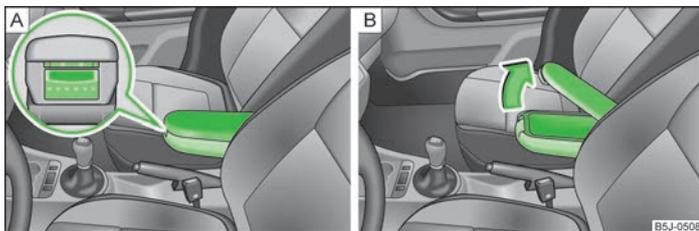

Fig. 68 Apoyabrazos: Compartimento guardaobjetos/abrir el compartimiento guardaobjetos
- Pulsar la tecla inferior en el lado frontal del apoyabrazos » fig. 68 - [A].
- Pulsar la tecla superior y doblar la tapa del compartimento guardaobjetos hacia arriba » fig. 68 - [B].